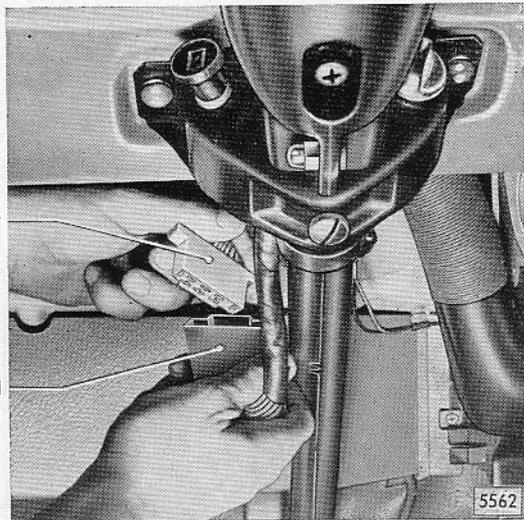

Bild B 4 - Beide Steckergehäuse voneinander abziehen
2. Steckergehäuseverbindung für Kabelsatz Signalschalter trennen (Bild B 4) und sämtliche Kabel für Kabelsatz Lenk- und Zündschloß vom Kontaktteil abziehen.